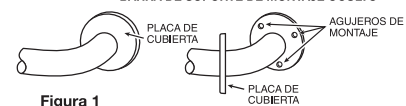

Figura 1
1. Saque la barra de soporte y las piezas del paquete. Si se usa la barra de soporte de montaje oculto, quite las placas de cubierta de los agujeros de montaje (vea la Figura 1).
16. Si usa la barra de soporte de montaje oculto, mueva las placas de cubierta sobre los agujeros de montaje y presione firmemente contra la pared (vea la Figura 1).